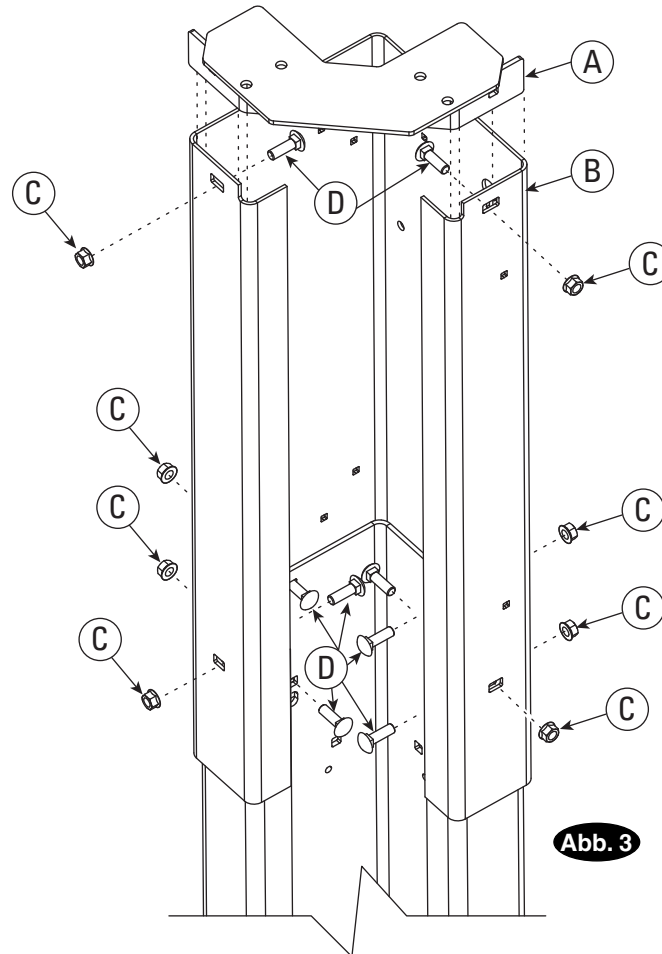

Abb. 3
Vor Aufstellen der Säulen die Säulenverlängerungen mit (12) M10x20mm Schlossschrauben HHCS und angeflanschte Sicherheitsmuttern installieren (Abb.3). Overhead-Halterung: Overhead-Halterung an Säulenverlängerungen anbringen, Abb.3.